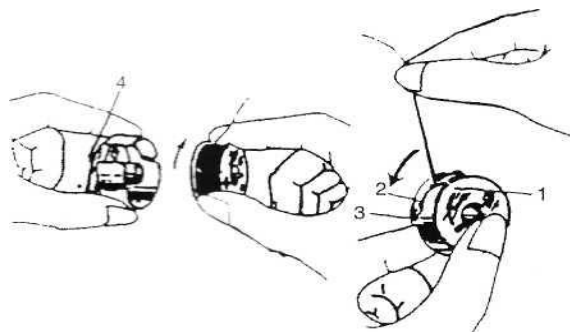

Рисунок 10
6. Установка ядра челнока (см. рисунок 10)